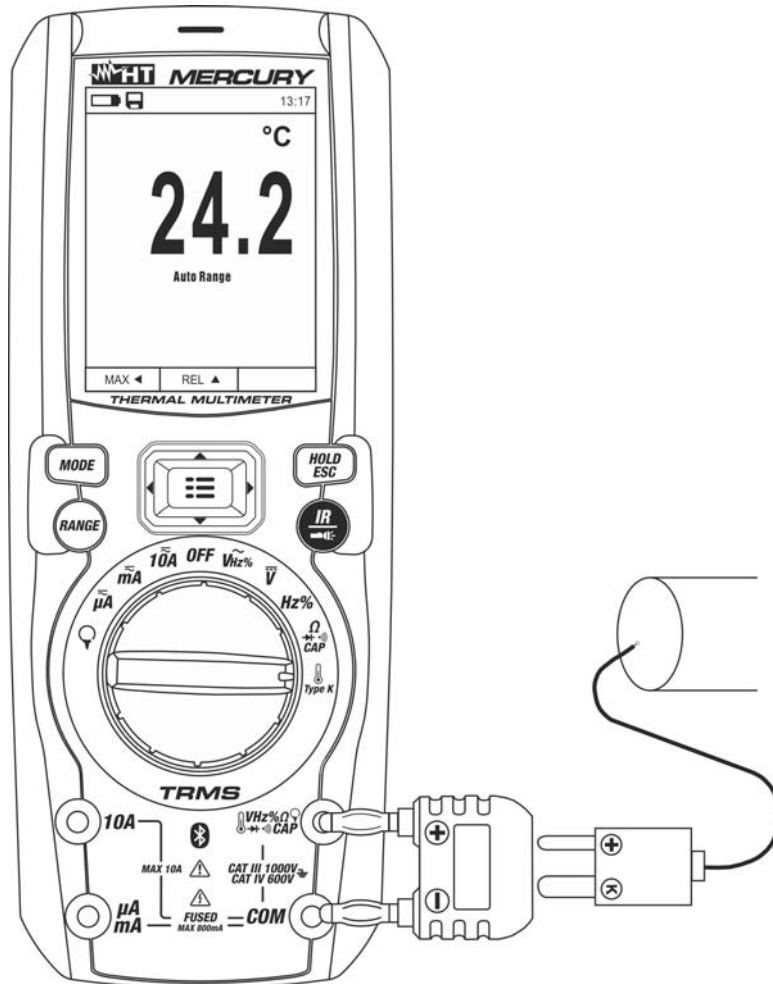

Fig. 27: Uso del instrumento para medida de Temperatura
3. Inserte el adaptador en dotación en los terminales de entrada (polaridad +) y **COM** (polaridad -) (ver Fig. 27)